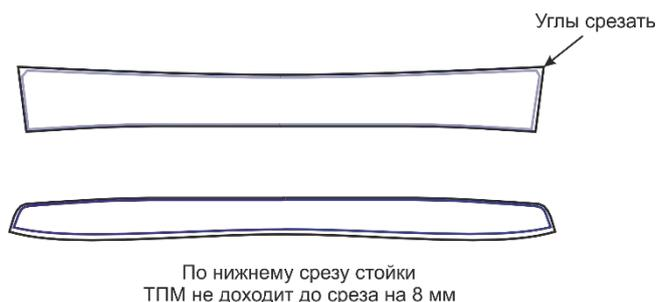

Рис. 1
1. Продублируйте верхний воротник и стойку верхнего воротника (Рис. 1). Уголочки не дублировать, для облегчения вывёртывания.